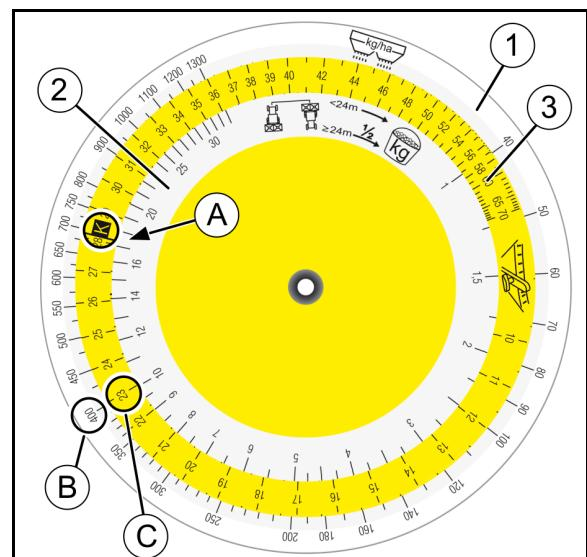

Fig. 61
7. Ta telleskiven for dreieprøver i hånden. Finn tallverdien **17,5** (A) på skalaen (Fig. 61/2) for oppsamlet mengde [kg] og sett den overfor posisjon **K** (B) på den fargeide skalaen (Fig. 61/3).
8. Finn ønsket spredningsmengde (400 kg/ha) (C) på skalaen for spredningsmengde (Fig. 61/1) og les av den nødvendige spjeldstillingen (posisjon) **23** (D).